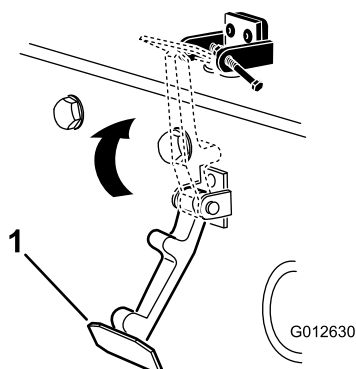

Figura 5
7. Agganciate il fermo sulla relativa staffa (Figura 5).